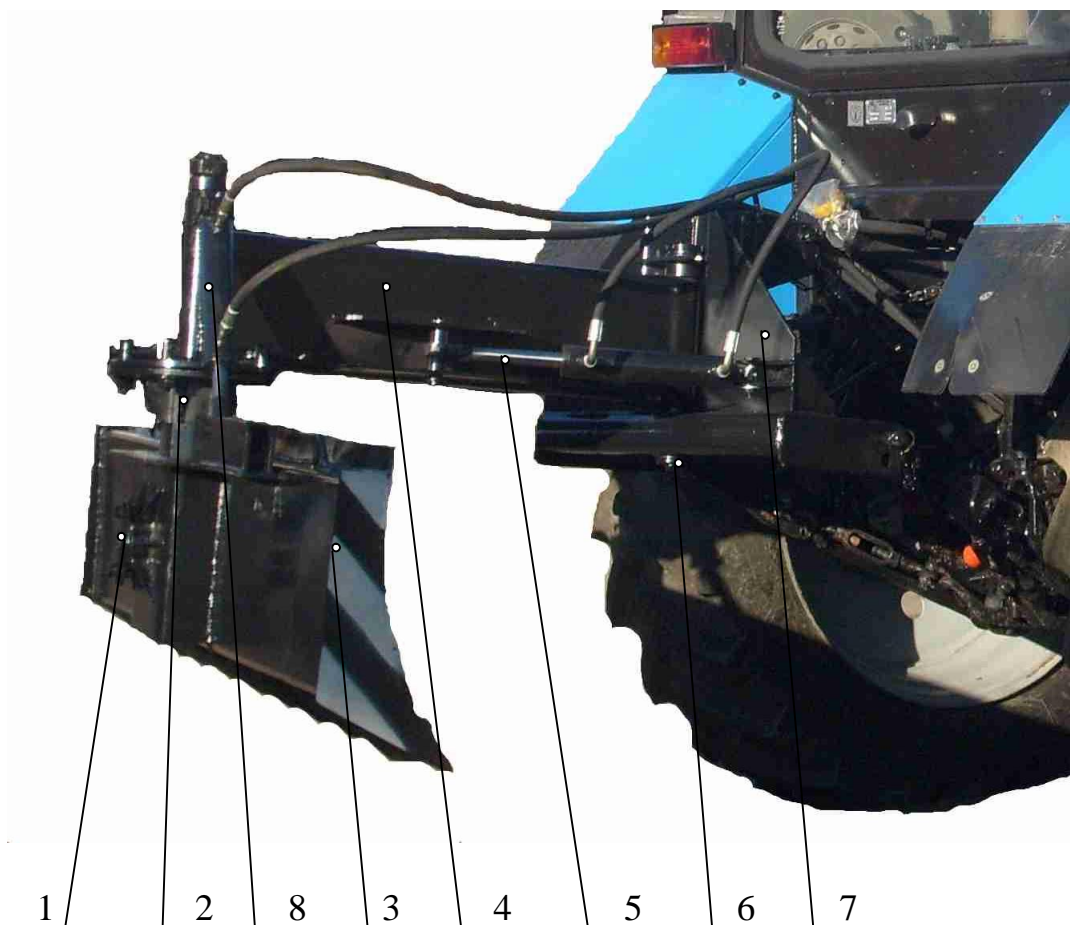

Рисунок 1. Устройство и основные узлы Планировщика универсального.
- Оборудование (рис.1) состоит из следующих основных узлов и деталей: